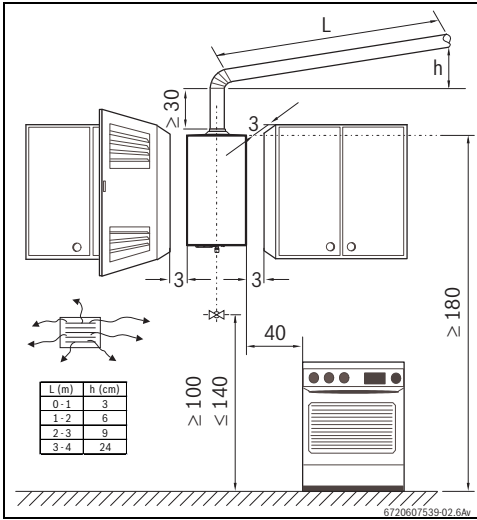

Fig. 19 Distancias mínimas según normativa europea
- Observe las medidas mínimas de instalación indicadas en la Fig. 19.